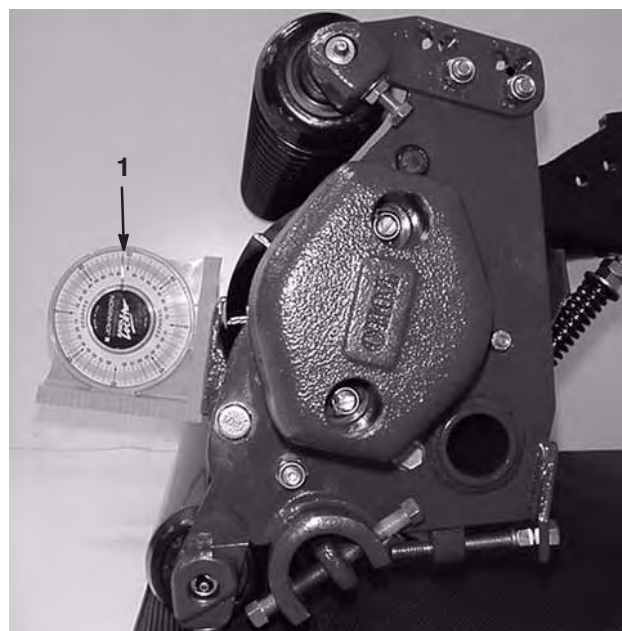

Figure 9
1. Placez un indicateur d'angle (Réf. Toro 99-3503) sur la contre-lame et relevez l'angle de la contre-lame (Fig. 9).